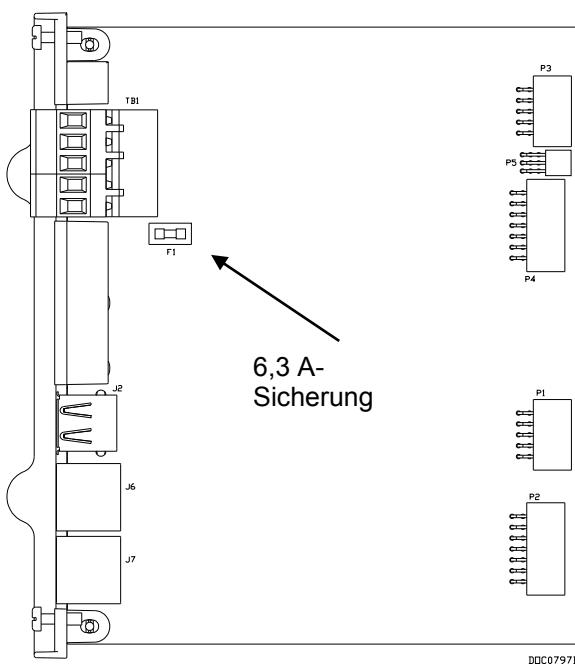

Abbildung 12. CPU 6,3 A-Sicherung
Wenn der Server nicht funktioniert und Sie aber davon überzeugt sind, dass er Stromversorgung hat, und die POWER-LED nicht leuchtet, müssen Sie möglicherweise die 6,3 A-Sicherung am CPU-Modul austauschen (siehe *Abbildung 12*).
- 7.** Überprüfen Sie die Sicherung (siehe *Abbildung 12*) und tauschen Sie sie, sofern notwendig, gegen eine MSB 6,3 A SB (Slo-Blo)-Sicherung aus.